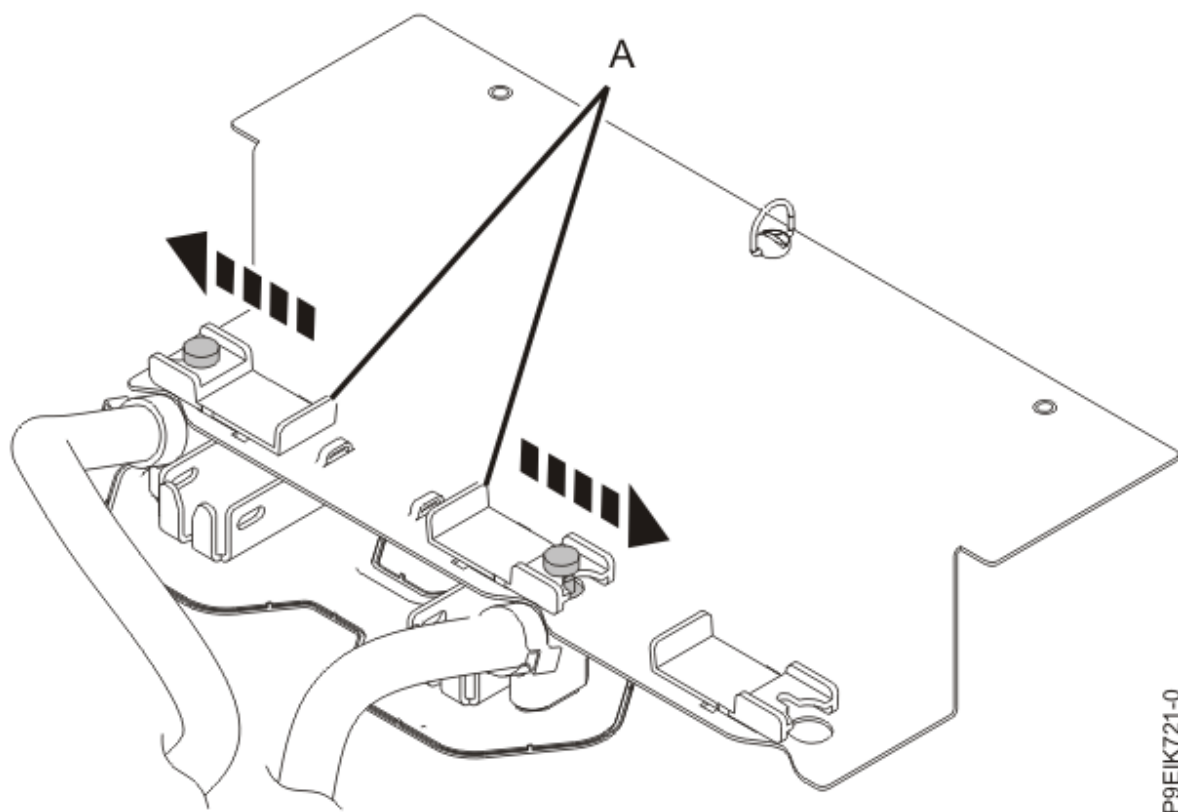

Figura 23. Fijación de las patillas de la placa refrigeradora de la GPU
- c) Deslice ambos pestillos de plástico **(A)** en la parte más estrecha de la patilla, tal como se muestra en la Figura 23 en la página 26.